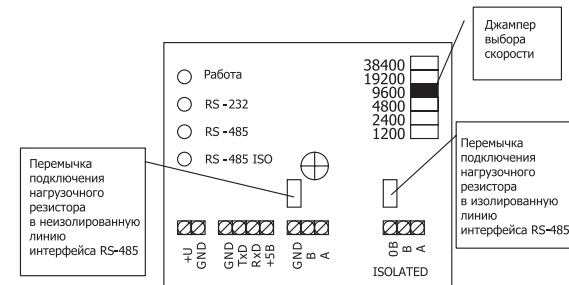

Рис. 4 Расположение колодок для внешних соединений и перемычек С2000-ПИ
2.3.1 Перед включением нужно установить джампер выбора скорости в нужное положение (см. рисунок 4).